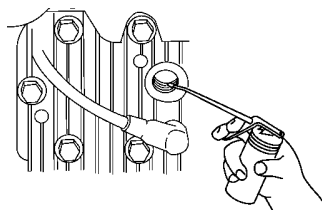

Figure 42
1. Déposer la bougie. Au moyen d'une burette, injecter environ une cuillère à soupe d'huile dans le trou laissé par la bougie (Fig. 42).